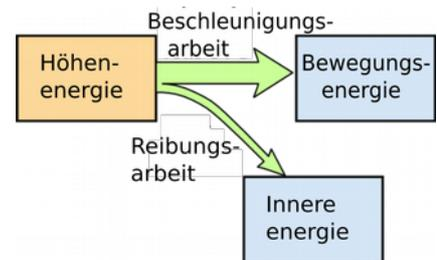

Fig. 64
Aber in diesem Fall kommt man mit dem Energieerhaltungssatz schneller zum Ergebnis. Fig. 64 zeigt die Energieumwandlungskette des Vorgangs. Die gesamte anfänglich Höhenenergie wird für Beschleunigungsarbeit und Reibungsarbeit genutzt und schließlich in innere Energie umgewandelt. (8)
Die Energieumwandlungskette ist die von Fig. 64, und die Beschleunigungsarbeit ist gleich der Bewegungsenergie.